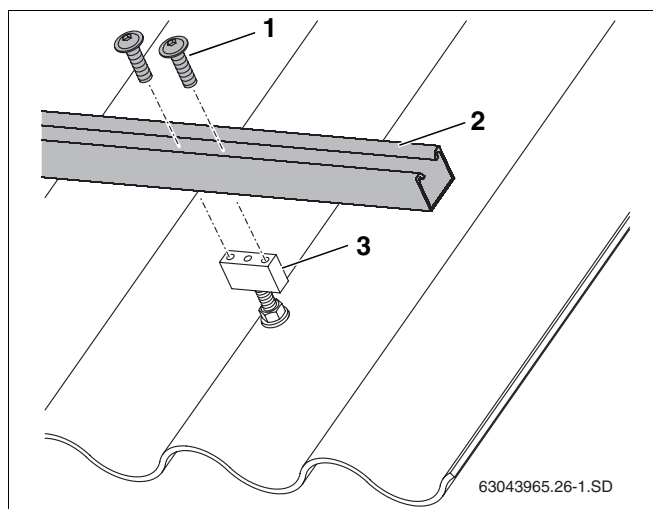

Рис. 25 Крепление профильной рейки к бобышке
- Закрепить профильные рейки (рис. 25, поз. 2) двумя винтами (рис. 25, поз. 1).